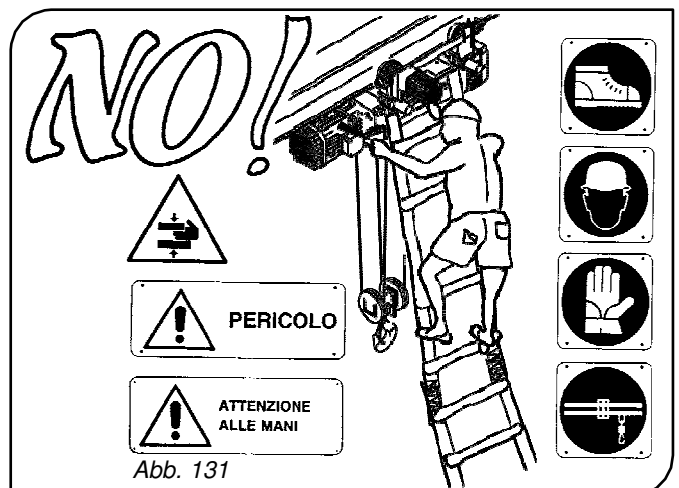

Abb. 131
- Führen Sie die folgenden Handlungen **NIE** während der Wartungsarbeiten aus (Abb. 131):